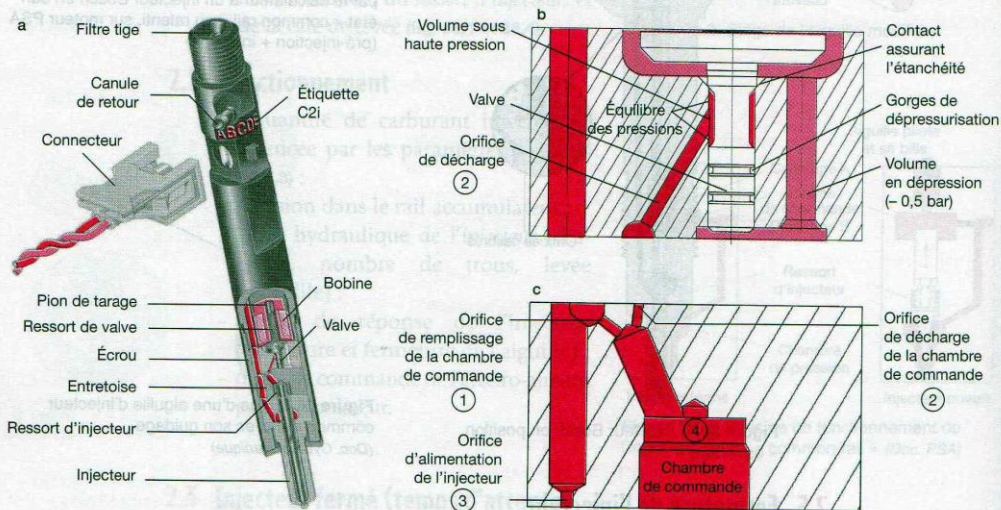

Figure 86.7. Vues d'un porte-injecteur Delphi-Diesel haute pression, avec détails de la valve et des orifices calibrés (Doc. Delphi-Diesel)
La bobine de l'électro-aimant, implantée dans le milieu du corps de *porte-injecteur* (fig. 86.7), commande une « valve » très légère à course faible (0,03 mm), chargée de modifier la pression dans une « chambre de commande » (4) (fig. 86.7), située au-dessus de l'aiguille d'*injecteur*.
Les différentes parties (injecteur, entretoises de valve et de calibrages, bobine, etc.) sont serrées étanches entre elles par l'écrou de fixation (fig. 86.7).
L'électro-aimant est alimenté par le calculateur (comme Bosch, mais courants d'appel = 10 A ; courant de maintien = 5 A, **fig. 86.5**), la pression dans la chambre de commande (4) chute par le passage à travers l'orifice de décharge (2) (**fig. 86.7**).
Le calculateur interrompt l'alimentation de l'*électro-aimant*, la valve retombe sur son siège sous l'appui de son *ressort*, et aidée par le circuit de retour en légère dépression (- 0,5 bar), la chambre de commande remonte à la pression de rail par l'orifice calibré de remplissage (1) (**fig. 86.7**).
L'aiguille étant levée et en phase d'injection, la perte de charge créée par l'orifice calibré (3) provoque une différence accrue entre la *pression* de la chambre de commande et la pression sur le cône de poussée, l'aiguille se ferme, c'est la fin d'injection (**fig. 86.7**). La perte de charge devient nulle, l'aiguille étant fermée.
La société Delphi-Diesel procède en fin de fabrication par un passage au banc d'essai à un *relevé des débits unitaire*, et chacun des injecteurs est doté d'un « code génétique » (appelé = C21), marqué sur celui-ci (**fig. 86.7**). Ce code permet de mettre en mémoire dans le calculateur les corrections destinées à obtenir des débits rigoureusement identiques sur un même moteur lors du montage des *porte-injecteurs*.